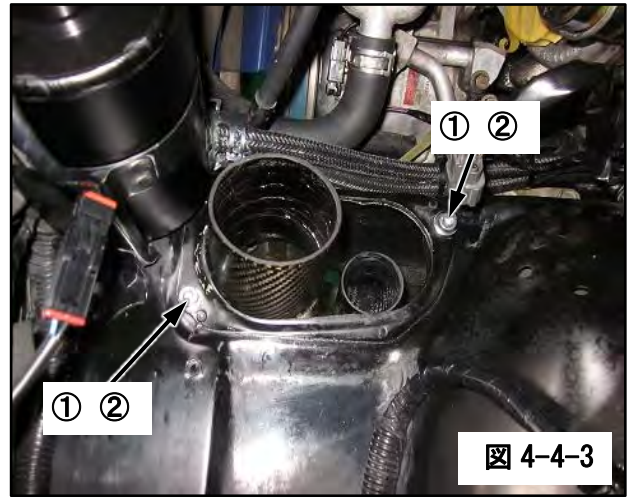

図 4-4-3
- (3) パイプを組付けたブラケットを取付けます。①ボルト(2本)、②ワッシャφ18(2個)を取付けてください。(図4-4-3)